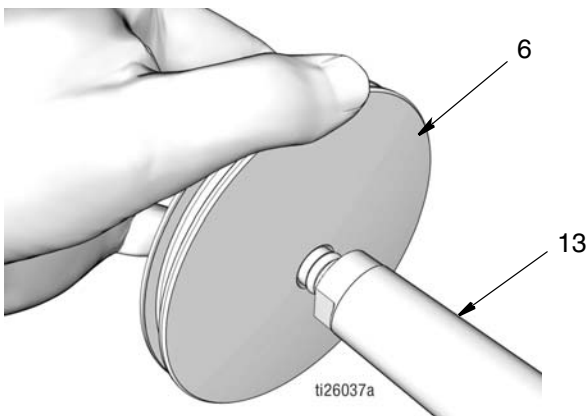

图 47
- c. 推活塞 (6) 在活塞杆 (13) 的端头上，直至其位于杆上 (图 47)。